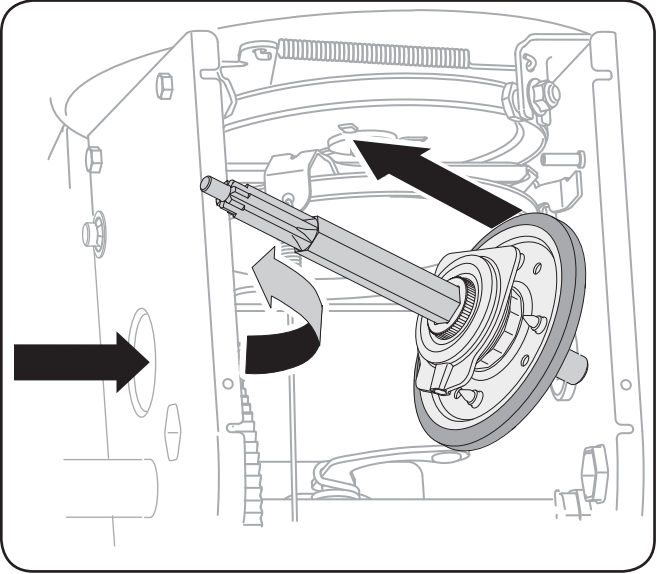

Fig. 7-11
6. Abaissez doucement l'arbre hexagonal vers la gauche avant de faire glisser la roue de frottement de l'arbre. Voir la Fig. 7-11.